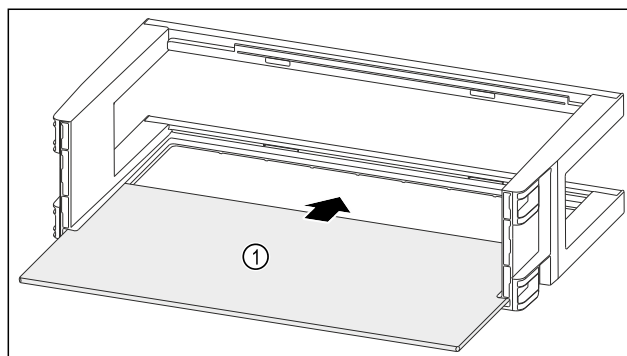

Fig. 118
- Abstellfläche Fig. 118 (1) in die seitlichen Einsparungen einschieben.